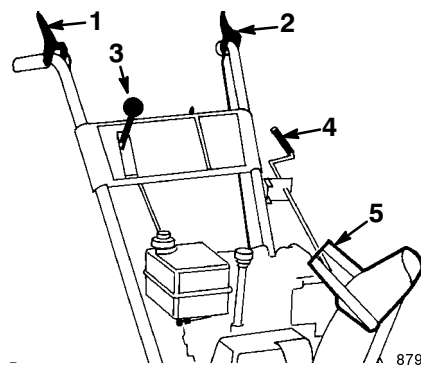

Figure 15
- **Commande de tarière/roue hélice** (Fig. 15)—Pour embrayer la tarière et la roue hélice, serrez la manette contre la poignée de droite du mancheron de droite. Pour les débrayer, lâchez la manette.
- **Commande de traction** (Fig. 15)—Pour embrayer la traction (entraînement des roues), serrez la manette contre la poignée du mancheron de gauche. Pour arrêter la traction, lâchez la manette.
- **Changement de vitesse** (Fig. 15)—Cette commande offre cinq vitesses : deux de marche arrière et trois de marche avant. Pour changer de vitesse, placez le levier dans la position souhaitée. Le levier s'engage dans un cran pour chaque vitesse choisie.
- **Commande d'orientation de l'éjecteur** (Fig.15)—Tournez la commande d'orientation dans le sens des aiguilles d'une montre pour déplacer l'éjecteur vers la gauche, ou en sens contraire pour le déplacer vers la droite.
- **Poignée du déflecteur** (Fig. 15)—Déplacez la poignée du déflecteur vers l'avant pour rejeter la neige plus bas ou vers l'arrière pour la rejeter plus haut.
1. Relâchez les manettes de commande de traction et de tarière/roue hélice (Fig. 15).